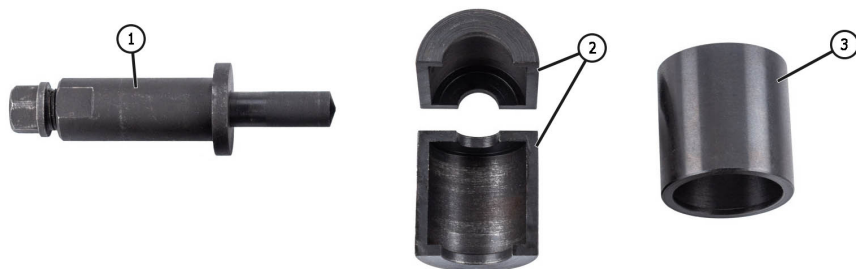

Рисунок 1
- съемник шкива (см. рис. 1), который включает: винтовой механизм (поз. 1), разрезная чашка (поз. 2), фиксирующая гильза (поз. 3);